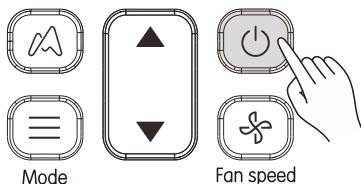

Fig. 3.3
- 1) Premere  (vedere Fig. 3.3) e l'unità interna si accenderà.